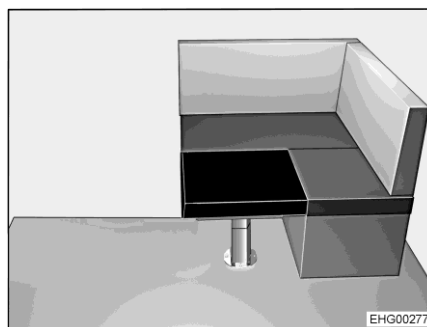

Fig. 55 Dopo la trasformazione
- Posare il cuscino aggiuntivo sul piano del tavolo (Fig. 55).